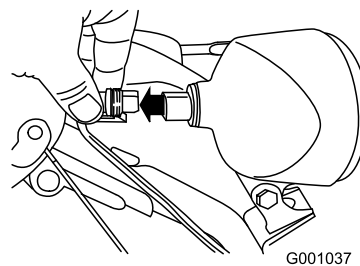

Рисунок 57
- Снимите соединитель с тыльной части фары (Рисунок 57).